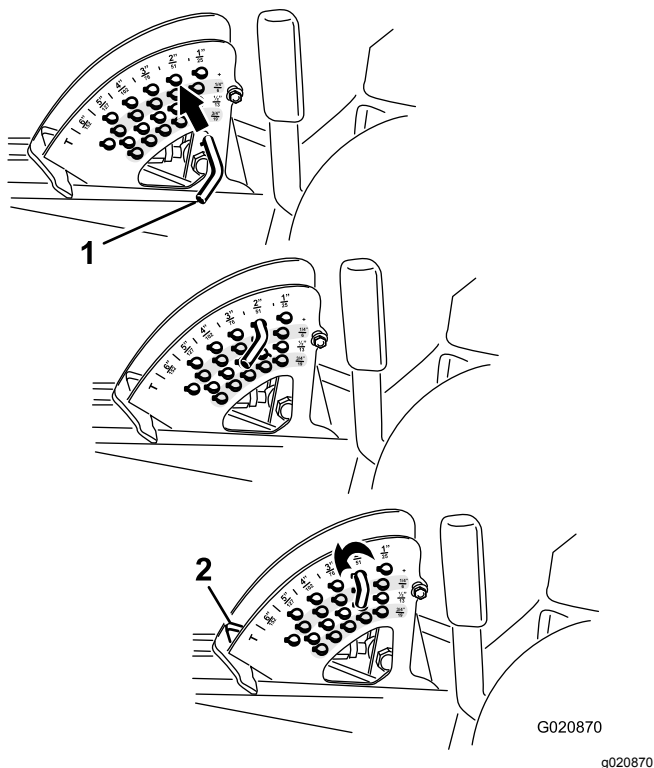

図 24
2. ストップピンについているロールピンを回してピンと刈高設定穴のスロットとが整列したところでピンを抜き取る 図 24。
3. 刈高ブラケットについている穴から、希望する刈高に対応する穴を見つけ、その穴にピンを通し、ピンを回してロックする 図 24。
注 穴は全部で4列あります 図 24。外周側の列は、外周部に刻印されている通りの刈高の穴です。2 列目の穴は、それぞれ 1 列目プラス 6 mm の刈り高となります。3 列目の穴は、それぞれ 1 列目プラス 12 mm の刈り高となります。一番下の列の穴は、それぞれ 3 列目プラス 18 mm の刈り高となります。刈高 158 mm だけは例外で、2列目のはずれにあります。この穴にセットすると 刈高 152 mm となります 6 mm アップにはなりません。